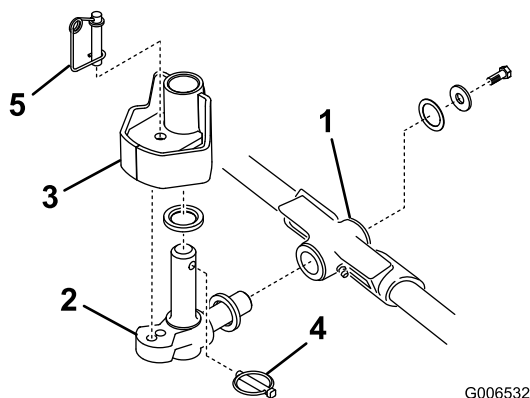

図 18
1. スラスト・ワッシャを、ピボット・ナックルの水平シャフトに差し込む(図 18)。
2. ピボット・ナックルの水平シャフトをキャリア・フレームの取り付け穴に差し込む(図 18)。
3. スラスト・ワッシャ、平ワッシャ、フランジヘッドネジを使って、ピボット・ナックルをキャリア・フレームに固定する(図 18)。
4. ピボット・ナックルの垂直シャフトにスラスト・ワッシャを差し込む(図 18)。
5. ピボット・ナックルの垂直シャフトを外している場合には、ここで昇降アームのピボット・ハブに差し込む(図 18)。昇降アームのステアリング・プレートの下にある2枚のゴム製センターリングバンパーの間に、ピボット・ナックルを挟む。
6. ピボット・ナックルのシャフトに付いている穴にリンチ・ピンを差し込む(図 18)。
**注** カuttingユニットを固定モードで使用する場合には、ステアリング・ロック・ピンをピボット・ナックルの取り付け穴に差し込んでください(図 18)。
11. ステアリング・ロック・ピンの下にスプリングを掛ける(図 18)。